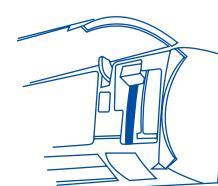

Рис. 16
4) Подсоедините проводники кабеля к соответствующим клеммам (рис. 16).